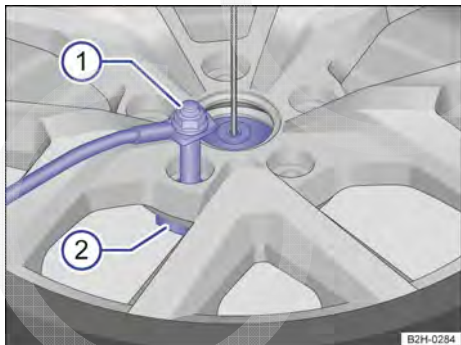

Fig. 178 Desaparafusar o parafuso de segurança com a chave de roda.
- Remover o parafuso de segurança → Fig. 178 ① do suporte do aro com ajuda da chave de roda das ferramentas de bordo → Página 279 no sentido anti-horário ②.